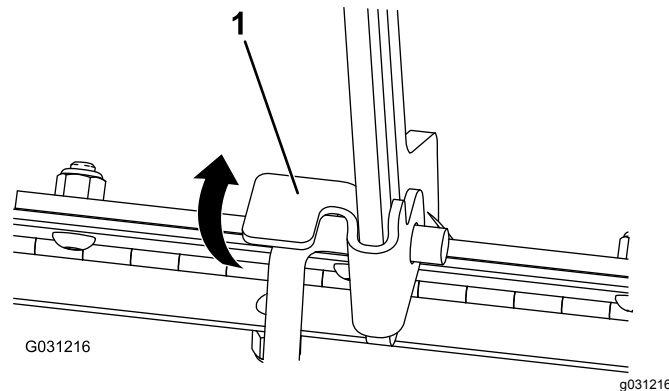

Bild 35
1. Heben Sie die Nase an, mit der die Stützstange befestigt ist (Bild 35)